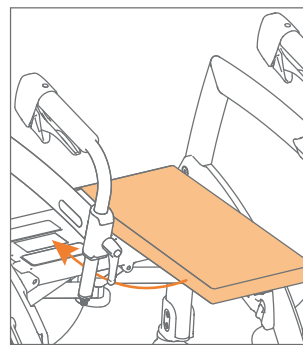

Figure 16: Coussin placé sur le siège.
- Fixez le coussin à plat sur le siège (**Figure 16**).